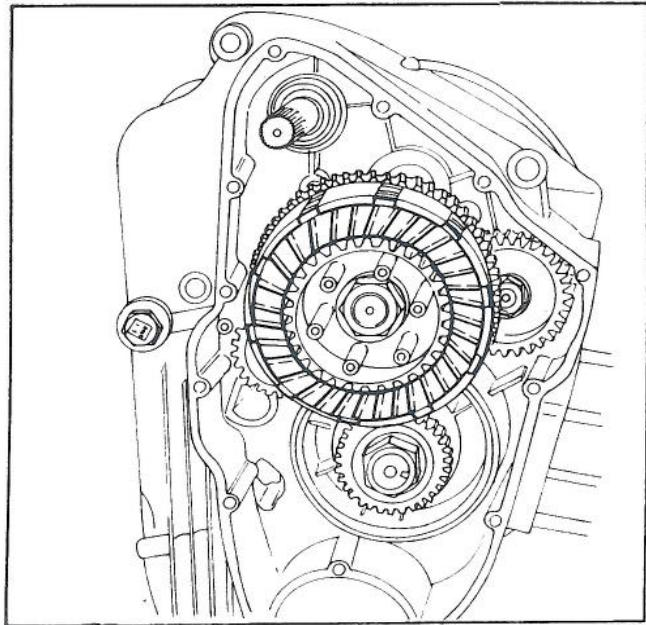

Fig. 113
- Attention à ne pas oublier les deux rondelles et l'entretoise sur le petit arbre du démarrage à pédale (fig. 113).
- Achten Sie darauf, dass Sie beide Unterlegscheiben und das Distanzstück an der Kickstarterwelle nicht vergessen (Abb. 113).